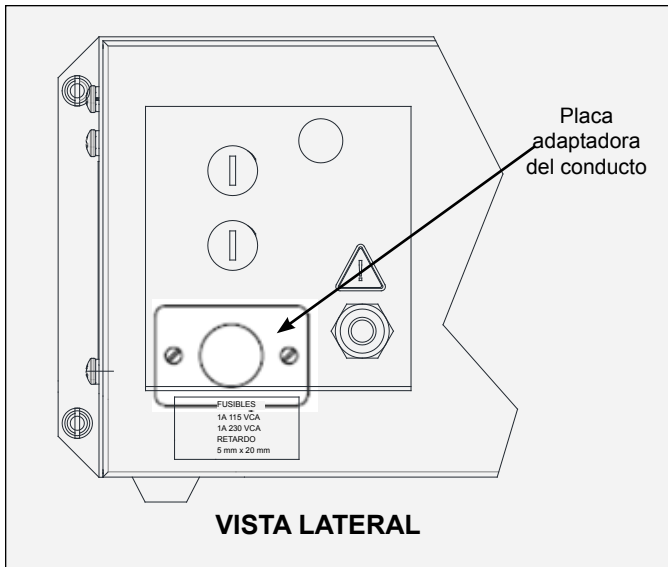

Figura 10: Instalación de la placa adaptadora del conducto
3. Instale una placa de adaptador de conducto (consulte la sección de Accesorios) en el orificio donde se retiró el receptáculo de entrada de CA (ver la Figura 10).